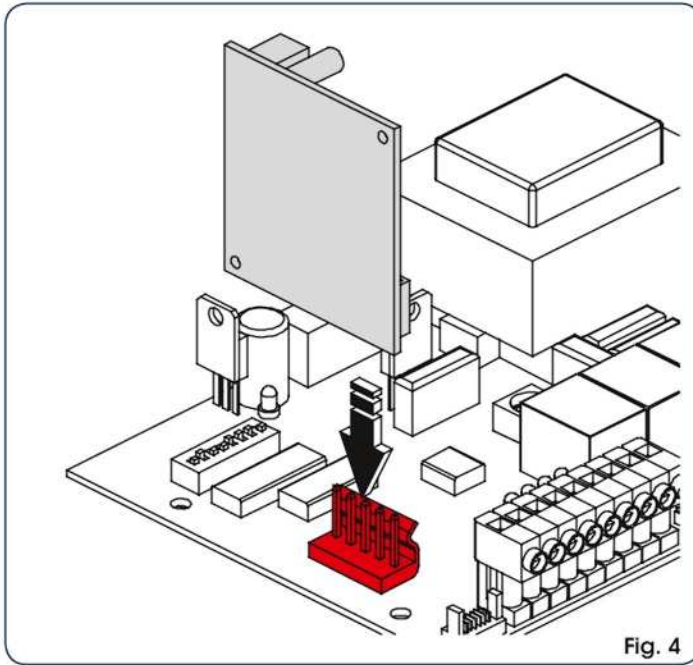

Fig. 4
6. INTRODUCCIÓN DE LA TARJETA RECEPTORA PARA RADIOMANDO (Fig.4)
⚠ Para no dañar, y por tanto perjudicar irremediablemente el funcionamiento, el receptor debe acoplarse respetando la orientación indicada en la Fig. 4